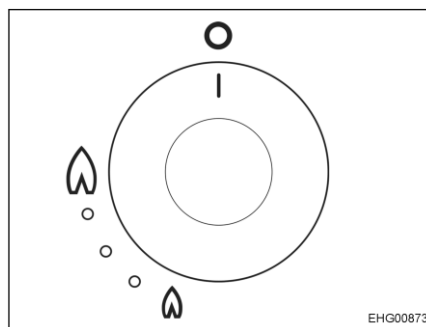

Bild 127 Drehregler für Gaskochplatten
- Drehregler (Bild 127) der gewünschten Brennstelle drücken und entgegen dem Uhrzeigersinn auf Zündposition (große Flamme) drehen. Bei Modellen mit automatischer Zündung werden Zündfunken erzeugt, die das ausströmende Gas entzünden.